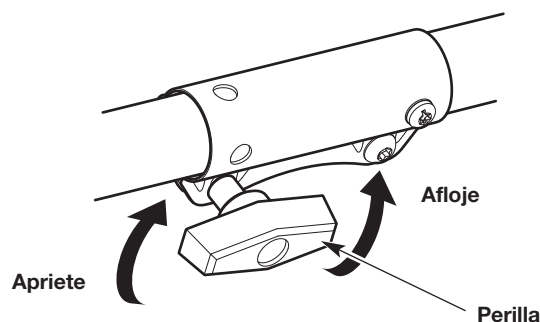

Fig. 10
3. Gire la perilla en el sentido contrario a las agujas del reloj para aflojar el acoplador (Fig. 10).
6. Gire la perilla en el sentido de las agujas del reloj para apretar el acoplador (Fig. 10).
2. Gire la perilla en el sentido contrario a las agujas del reloj para aflojar el acoplador (Fig. 10).